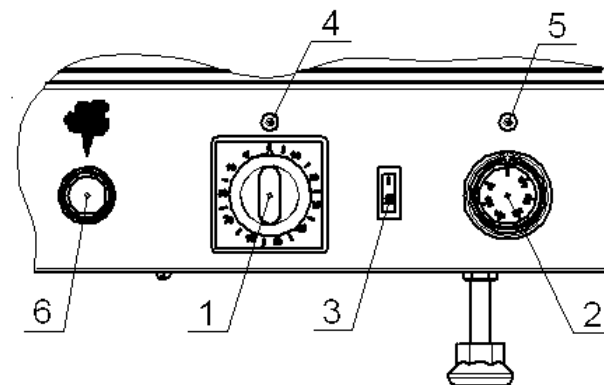

Рис. 4
6.2 Приборы управления и контроля расположены на панели управления печи (см. рис.4).